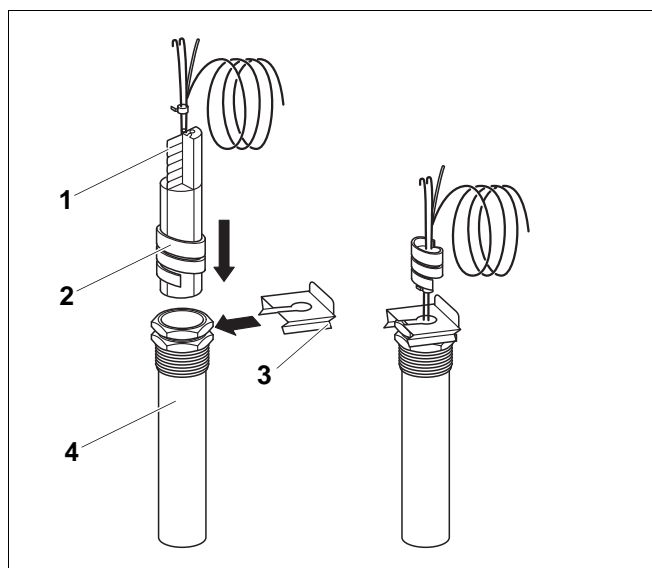

Рис. 21 Установка пластмассовой спирали в погружную гильзу.
- Пластмассовая спираль (рис. 21, **поз. 2**) – предназначена для прижатия датчиков друг к другу. При установке она автоматически сдвигается назад.
Чтобы создать контакт между гильзой (рис. 21, **поз. 4**) и поверхностями датчиков и обеспечить надежную передачу температуры, необходимо между датчиками вставить компенсационную пружину (рис. 21, **поз. 1**).